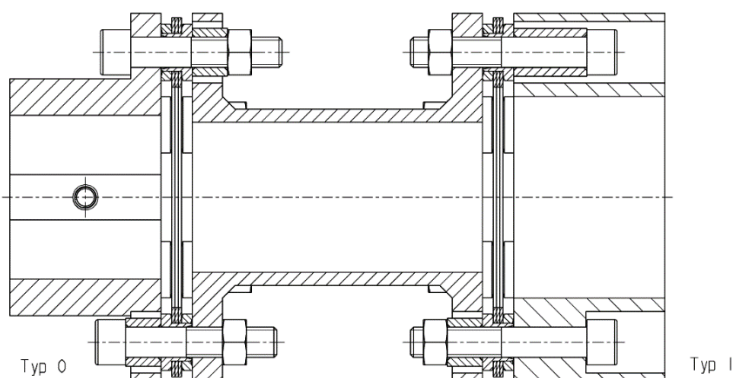

Abbildung 9.2: Montage RDL...DSZ
4. Setzen Sie das Lamellenpaket zwischen der Nabe Zwischenstück ein, wie in der Abbildung 9.2 dargestellt.